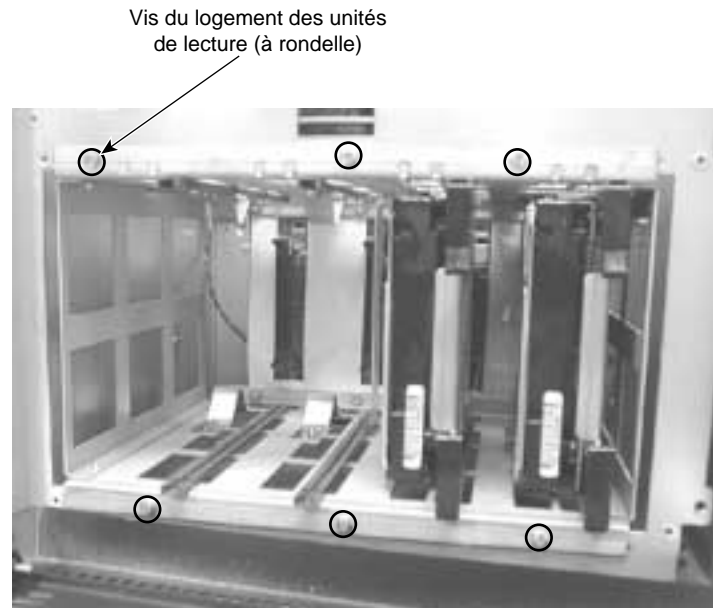

Figure 9-10 Intérieur d'un logement des unités de lecture RAID
- Otez les vis qui fixent le panneau avant du logement à l'unité de base. Soutenez le logement au retrait de la dernière vis. Reportez-vous à la Figure 9-10.